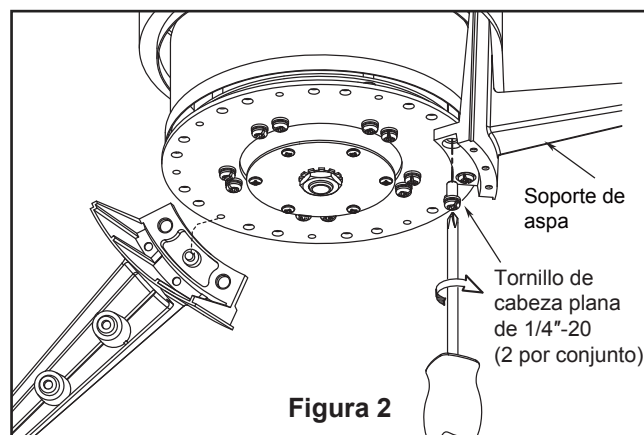

Figura 2
- ☐ 2. Coloque y ajuste firmemente la cubierta para el tornillo de la base sobre los tornillos de reborde de la abrazadera para colgar mediante el mecanismo de seguro por giro del chavetero. (Figura 2)
2. Fije los soportes de aspas al volante mediante los tornillos de 1/4"-20 el puesto en la necesidad de soporte de la aspa para alinear el agujero entre el 1/4"-20 a través de los orificios ubicados al costado del volante. (Figura 2)
- ☐ 2. Extraiga los tres tornillos de la unidad de la placa de luz. Instale la ensamble de kit de luz en al unidad de la placa de luz utilizando los tornillos retirados previamente. (Figura 2)